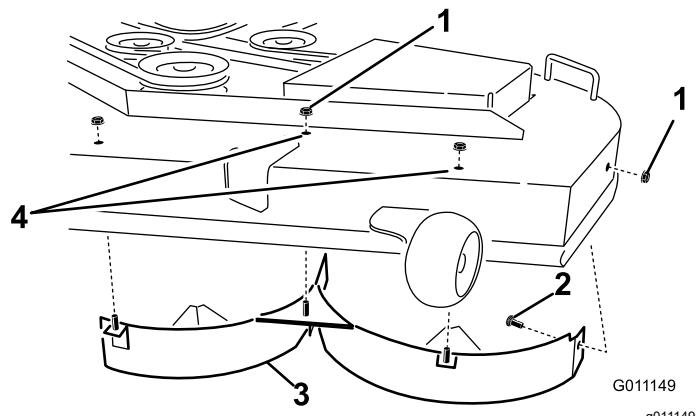

Figura 17
4. Retire las 3 contratueras (5/16") de las clavijas soldadas del deflector izquierdo, en la parte superior de la carcasa del cortacésped, en las posiciones centro, centro izquierda e izquierda (Figura 17).
5. Retire el perno de cuello cuadrado y la contratuerca, situados en la pared lateral de la carcasa del cortacésped, que sujetan el deflector izquierdo a la carcasa (Figura 17).
6. Retire el deflector izquierdo de la carcasa del cortacésped (Figura 17).
7. Localice los 2 pernos en las piezas sueltas, y utilice las contratueras existentes para instalar estas fijaciones en los taladros indicados en Figura 17 de la carcasa del cortacésped para evitar que se arrojen residuos al aire.